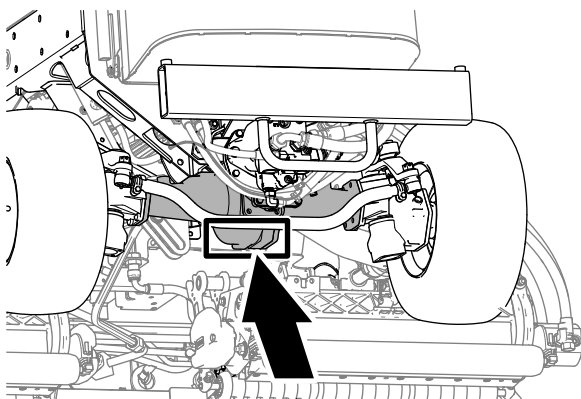

Figura 111
- Parte trasera de la máquina – en el centro del eje (Figura 111)